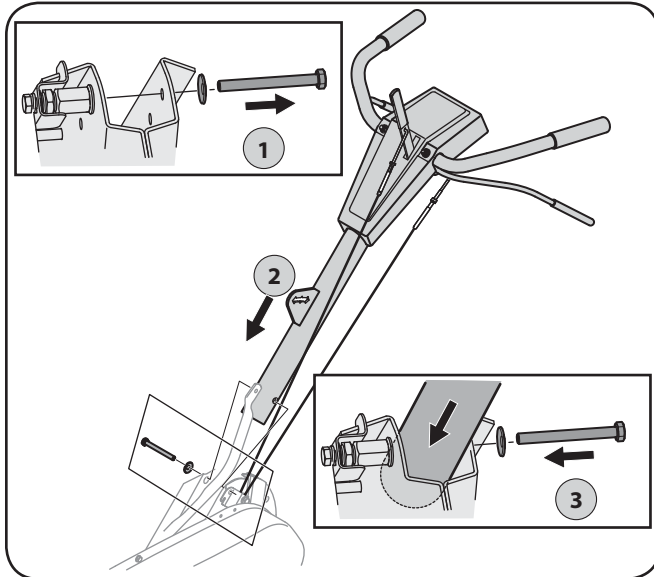

Fig. 3-3
- Enlevez le boulon hex. et la rondelle creuse qui se trouvent sur le côté supérieur droit des moitiés du châssis. Le support de guidage du câble, placé sur le côté gauche du châssis, tombe quand le boulon est enlevé. (Étape 1 sur la Fig. 3-3).
- Faites passer le guidon entre les deux moitiés du châssis. Étape 2 sur la Fig. 3-3.
- enfoncez le boulon hex., qui vient d'être enlevé, dans les moitiés du châssis, dans le guidon et dans le support de guidage du câble (l'encoche du support de guidage du câble doit passer par-dessus le rebord du châssis). Étape 3 sur la Fig. 3-3.